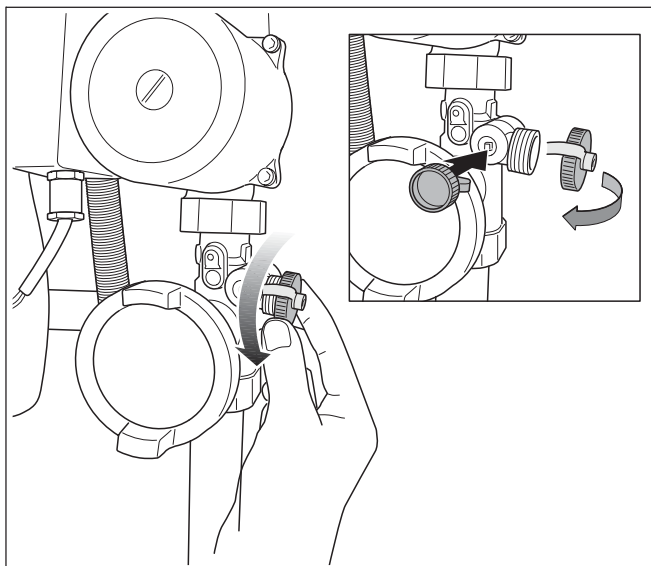

Fig. 9 Svitare il tappo di chiusura del rubinetto di carico/scarico
- Svitare il tappo di chiusura (fig. 9).